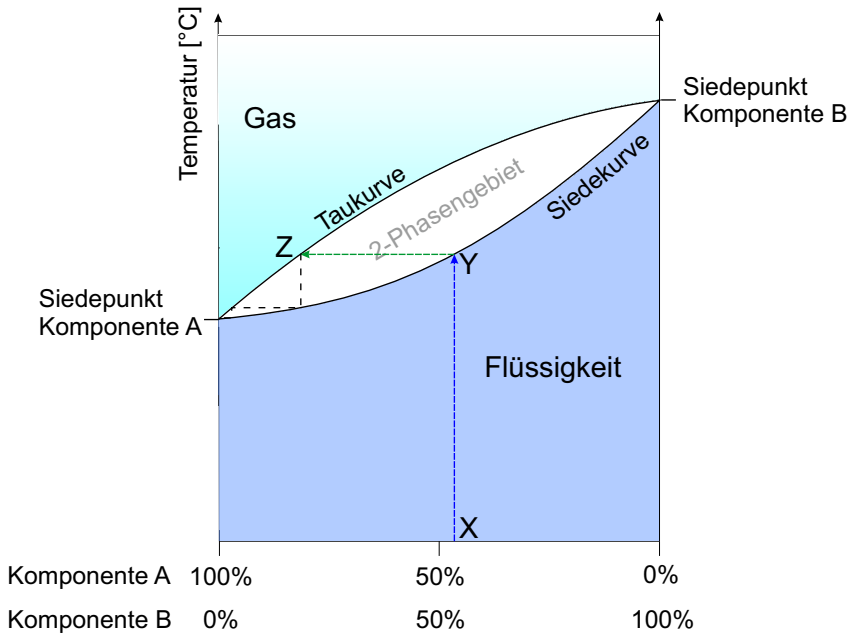

Abbildung 4.13: Siedediagramm für ein Stoffgemisch aus den Komponenten A und B
In einer Destillation erhitzt man das zu trennende Gemisch so lange, bis es zu sieden beginnt. Dabei entsteht Dampf, der nicht die gleiche Zusammensetzung wie das Gemisch hat, sondern reicher an der Komponente ist, die den niedrigeren Siedepunkt besitzt. Dieser Dampf wird kondensiert und das flüssige Kondensat wird aufgefangen. Die Trennung des Gemisches basiert also auf der unterschiedlichen Zusammensetzung der siedenden Flüssigkeit und des gasförmigen Dampfes. Eine destillative Trennung kann anhand eines *Siedediagramms* erläutert werden (►Abbildung 4.13). In diesem ist die Zusammensetzung des zu trennenden Gemisches gegen die Temperatur aufgetragen. Im Siedediagramm beschreibt die *Siedekurve* die Temperatur, bei der ein Gemisch bei einer bestimmten Zusammensetzung siedet. Die *Taukurve* beschreibt die Zusammensetzung des Kondensats in der Gasphase bei einer bestimmten Temperatur. Zwischen der Siedekurve und der Taukurve liegt ein 2-Phasen-Gebiet, in dem Flüssigkeit und Dampf gleichzeitig vorliegen können. Erhitzt man ein Gemisch aus zwei unterschiedlichen Substanzen der Zusammensetzung X , so steigt die Temperatur bis zum Erreichen der Siedekurve (Y) an. In der Gasphase ist die leichter siedende Komponente in höherer Konzentration enthalten. Die Zusammensetzung der Gasphase bei gleicher Temperatur zeigt die Taukurve an, wenn eine waagerechte Linie gezogen wird (Z). Eine Flüssigkeit dieser Zusammensetzung wird erhalten, indem die Gasphase kondensiert wird. Der Gehalt an niedriger siedender Komponente A ist in diesem Kondensat höher. Gleichzeitig verarmt der Rest des Flüssigkeitsgemisches, der als Destillationssumpf bezeichnet wird, an der niedrig siedenden Komponente. In einer herkömmlichen Destillationsvorrichtung, wie z.B. einer Destillationsbrücke (Abbildung 1.2), tropft immer ein gewisser Teil des Kondensats zurück in den Sumpf, wobei sich aufsteigender Dampf mit diesem Kondensat vermischt und die leichter siedende Komponente mit nach oben reißt. So kommt es langsam zu einer Anreicherung der leichter siedenden Komponente A , bis sie rein isoliert werden kann. Dies gilt allerdings nicht für Azeotrope, die weiter unten erläutert werden. Dieser Prozess ist im Siedediagramm durch die weiteren gestrichelten Stufen zwischen Siede- und Taukurve dargestellt.